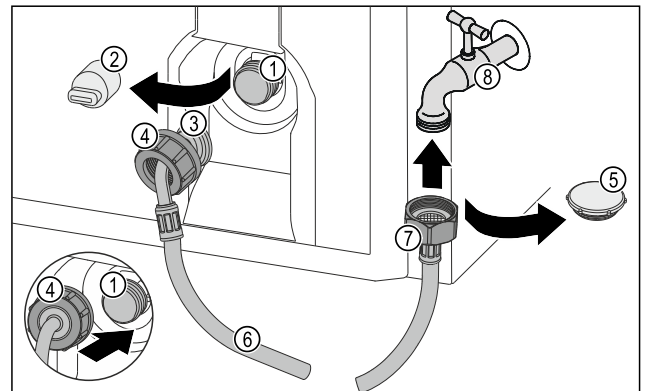

Fig. 44
- Hiqni tapën e mbylljes Fig. 44 (5).
- Vendosni sirtarin e drejtë Fig. 44 (7) tek rubineti i ujit Fig. 44 (8).
- Shtrengojeni dadon tek sirtari i drejtë Fig. 44 (7) duke e rrotulluar në drejtim orar.